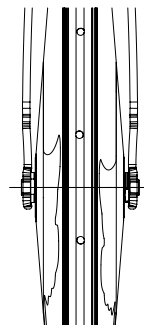

Fig. 12
- Introduzca la rueda en la horquilla haciendo coincidir los orificios de la horquilla con los orificios del eje de la rueda (Fig.12).